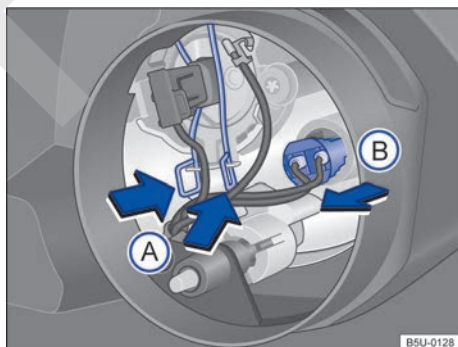

Fig. 176 Acceso a la lámpara incandescente del farol alto/luz de posición.
5. Comprimir ambos lados del resorte de bloqueo separadamente ⇒ fig. 176 flechas (A) contra la lámpara, desplazar el resorte para desbloquear la lámpara.
4. Retirar el portalámpara ⇒ fig. 176  en el sentido de la flecha.